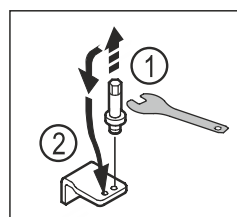

Fig. 21
- Dévisser l'axe du support de palier inférieur avec une clé mâle coudée pour vis à six pans creux de 5. Fig. 21 (1)
- Placer l'axe du côté opposé. *Fig. 21 (2)*